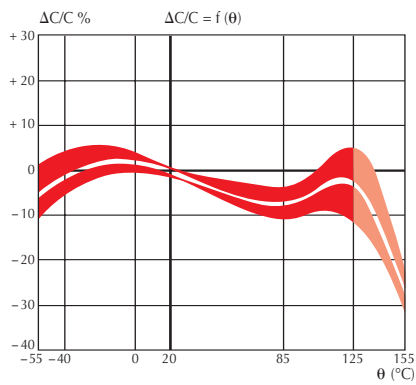

Fig. 10 Evolution relative de la capacité en fonction de la température.
- Voir pour exemples les figures 10 à 16
- See examples in figures 10 to 16*